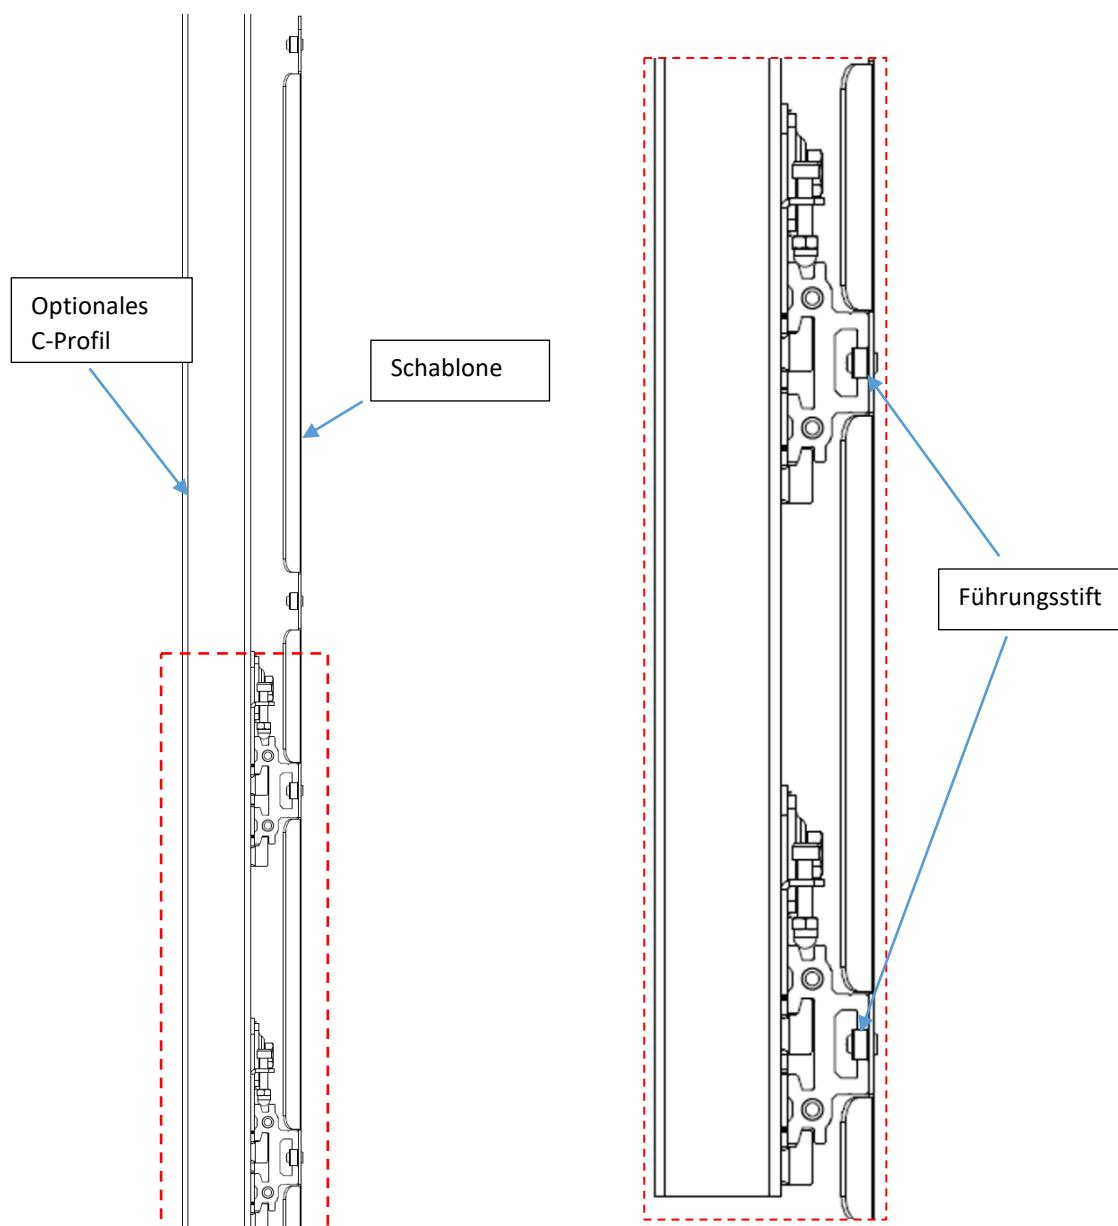

Abbildung 12 Seitenansicht unter Verwendung der Schablone für die erste und zweite Profilreihe
Schritt 2: Verwenden Sie die beiden mitgelieferten Schablonen und positionieren Sie sie mit dem untersten Führungsstift im Nutenprofil des untersten Profils. Montieren Sie die zweite Reihe von Profilen so, dass der zweitunterste Führungsstift in das Mutternprofil dieser zweiten Reihe passt. Siehe auch Abbildung 12.